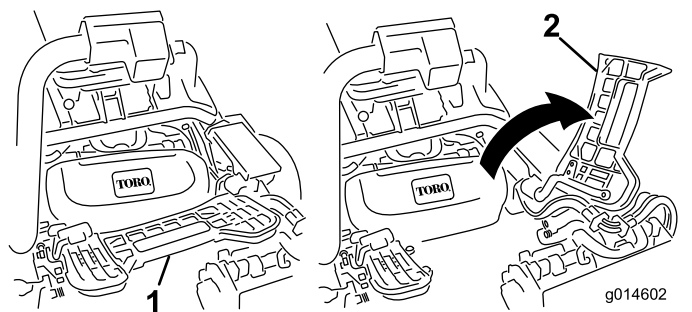

Figura 35
2. Sollevate il poggiatesta e ruotatelo fino all'apertura, per consentire l'accesso alla posizione dell'apparato di taglio centrale. (Figura 35)